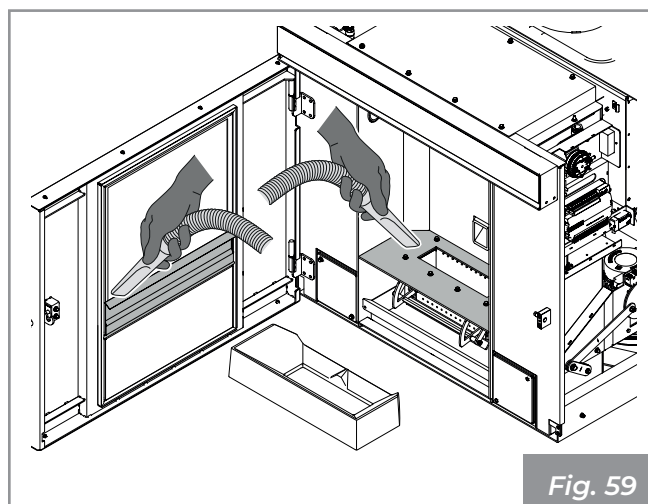

Fig. 59
- Aspirar las cenizas residuales **Fig. 59**.